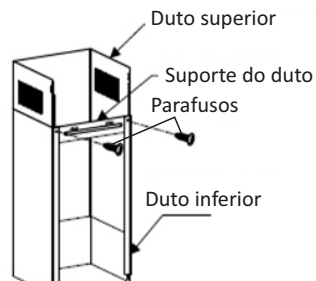

Fig.03
3.5.2 Coloque o exaustor pendurado na parede na posição fixa, regule a posição do exaustor, fixe o exaustor com 2 parafusos de segurança ST4 * 30 mm (incluso) **Fig.03**.